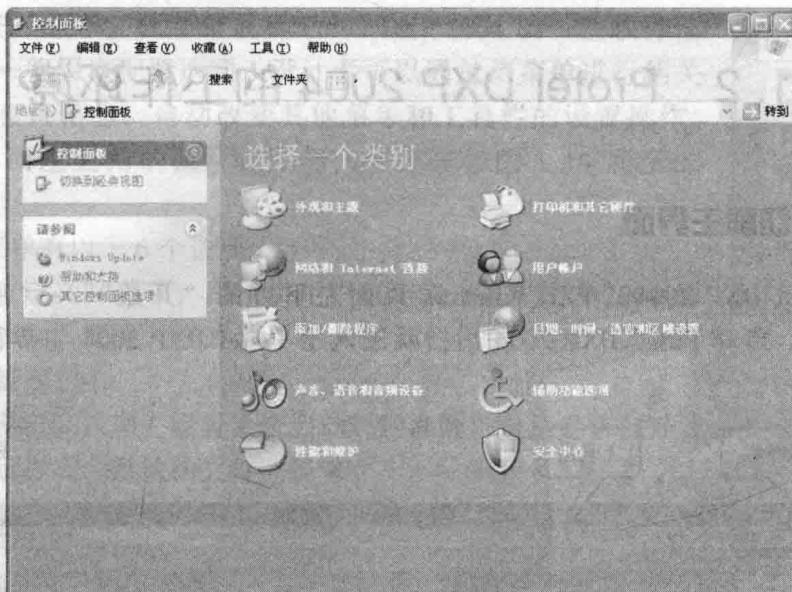

图 1.13 “控制面板”窗口
- (1) 选择“开始”→“控制面板”，弹出“控制面板”窗口，如图 1.13 所示。